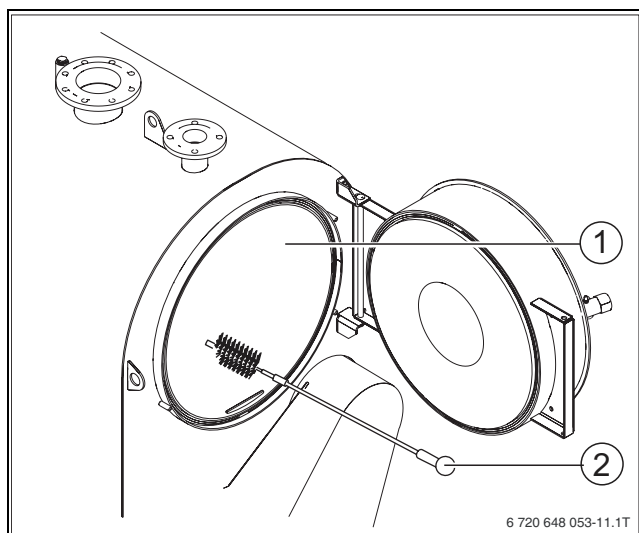
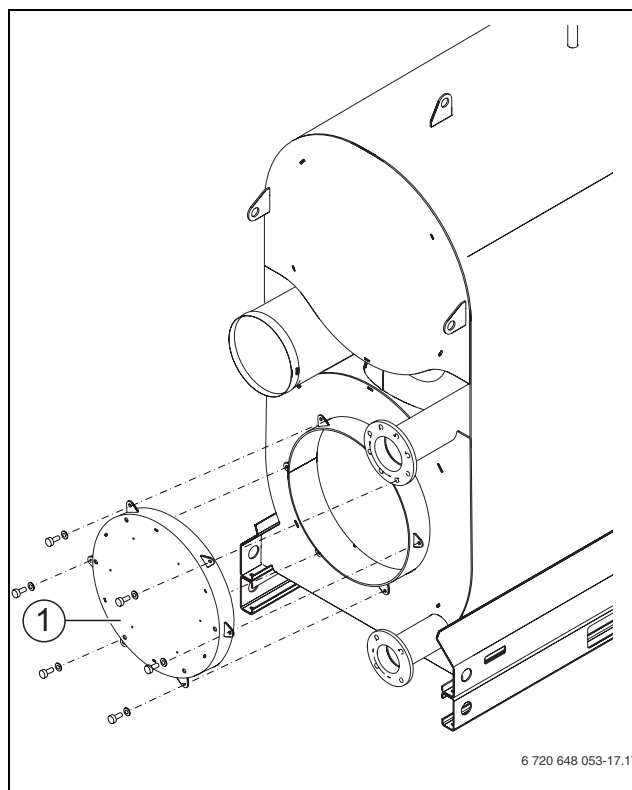

Fig. 28 Pulizia delle superfici di scambio termico
Fig. 29 Rimuovere il coperchio camera di inversione
- ▶ Pulire le superfici di scambio termico della camera di combustione (→ fig. 28, [1], pag. 42) con la spazzola (→ fig. 28, [2], pag. 42).
- ▶ Rimuovere i residui liberi della combustione dalla camera di combustione (→ fig. 28, [1]), dai tiraggi dei gas scaldanti e dalla camera di inversione (→ fig. 29, [1]).